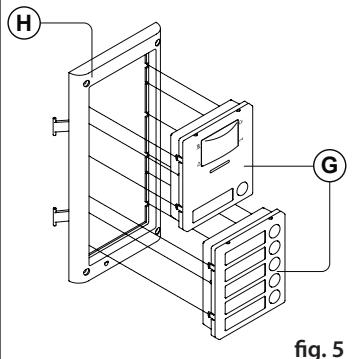
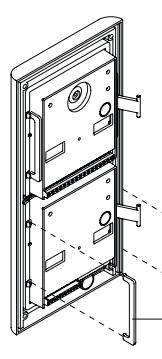

fig. 5
fig. 6
- Prima di installare il supporto moduli, agganciare a quest'ultimo i moduli **G** come mostrato in Fig. 5 ed inserire per ciascun modulo, come mostrato in Fig. 6, i fermi anti-effrazione **W** (eseguire la stessa operazione per il secondo supporto moduli);